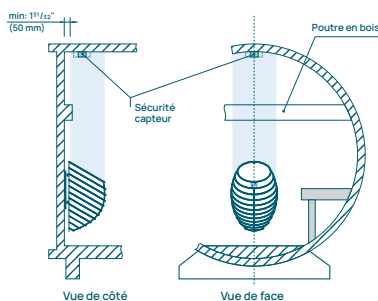

Figure 10. Installation le capteur de sécurité au plafond des saunas en forme de tonneau : chauffage mural
- Installez le capteur de sécurité au plafond si votre sauna de type baril comporte une poutre en bois traversant le mur où le chauffage est installé, afin d'assurer le fonctionnement optimal du capteur (voir figure 10).